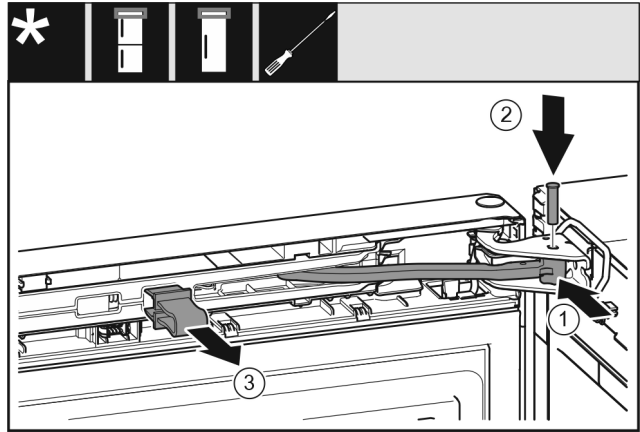

Fig. 25
- ▶ Okrenite zglob Fig. 25 (1) u podložku ležaja.
- ▶ Umetnite svornjak Fig. 25 (2) u podložak ležaja i zglob. Pritom se pobrinite za to da uskočna izbočina ispravno leži u utoru.
- ▶ Skinite osigurač Fig. 25 (3).